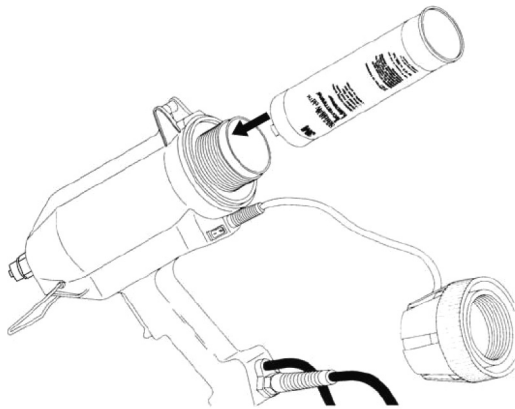

Abbildung 9
3. Schutzkappe abnehmen und Klebstoffkartusche einsetzen, ohne sie zu perforieren, oder Einwegdüse gemäß Abbildung in das Gerät einsetzen (Abb. 9).